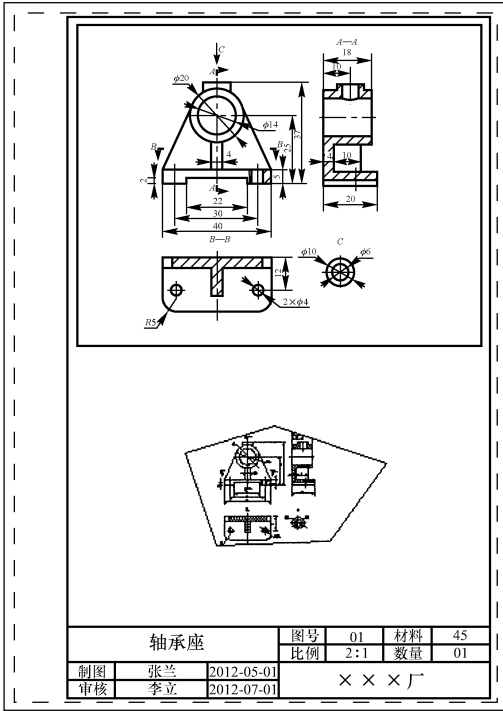

图 9-20 轴承座图纸空间多边形视口
- Step 3** 创建轴承座图纸空间多边形视口：调用“视口”工具栏的“多边形视口”命令，创建轴承座图纸空间多边形视口，如图 9-20 所示。